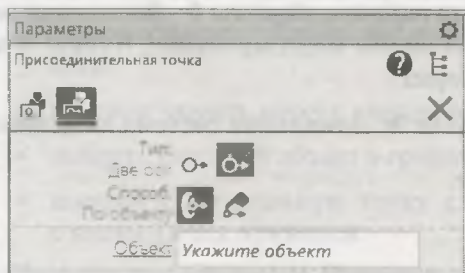

Рис. 20.23. Панель **Параметры: Присоединительная точка**
- ♦ вызовите команду **Присоединительная точка**. На панели **Параметры: Присоединительная точка** (рис. 20.23) задайте следующие параметры: